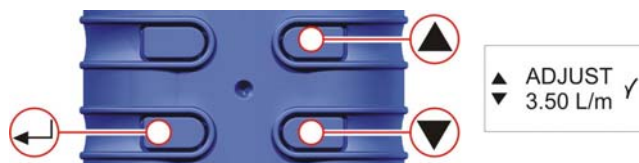

Figure 26 Tela de Ajuste (Superior)
L. CALIBRAÇÃO DO PONTO DE AJUSTE SUPERIOR (Fig. 26)